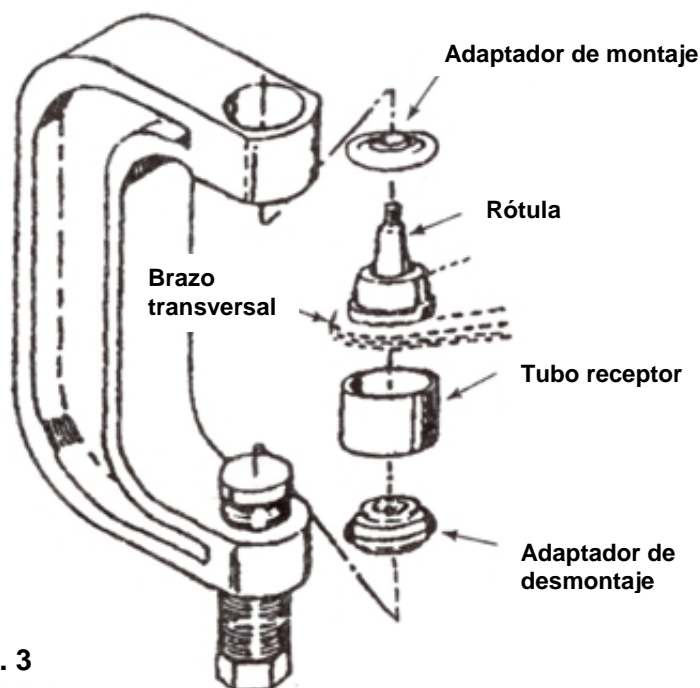

Fig. 3
1. Coloque la prensa para rótula por encima del brazo transversal tal como se observa en la Fig. 3. Elija el tamaño apropiado del tubo receptor (pieza n.º 6, 7 u 8) y sitúe el tubo por debajo de la rótula del vehículo (Fig. 3).